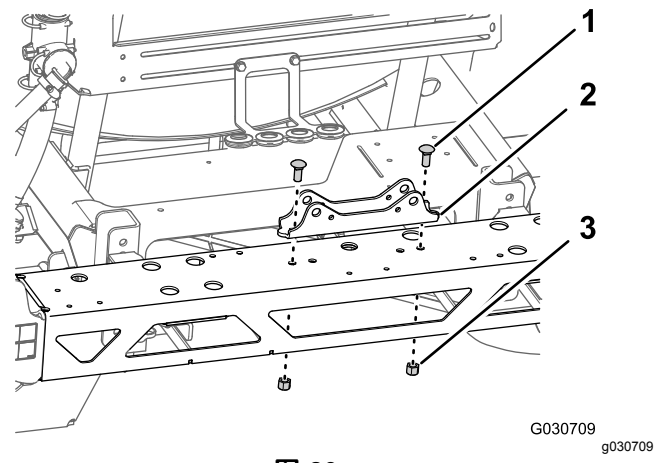

图 80
- 拧下将油缸安装座固定至中央喷洒臂段的 2 个托架螺栓 ½ x 1¼ 英寸和 2 个凸缘锁紧螺母 ½ 英寸然后取下安装座图 80。